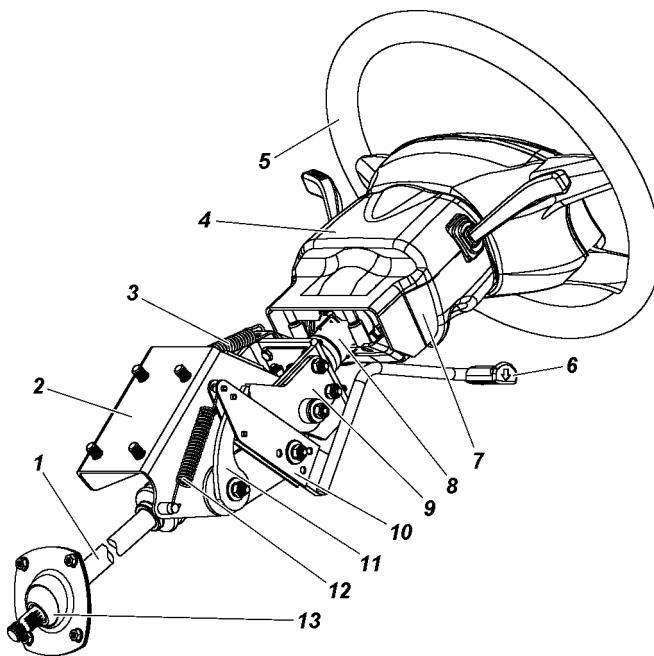

Рис. 12.6. Снятие рулевой колонки:
2. Снимите кожухи 4, 7 (рис. 12.6) рулевой колонки.